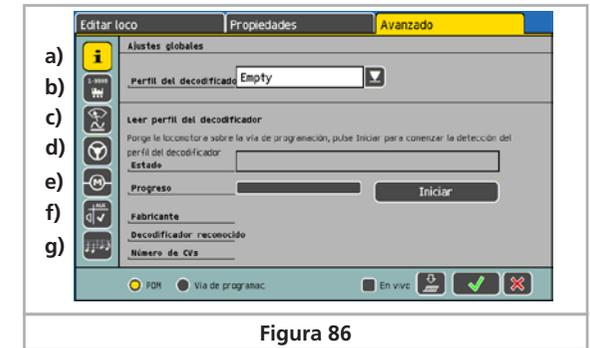

Figura 86
- Cambie a la tercera pestaña llamada „Extendido” y se mostrará una ventana como la de la figura 86.